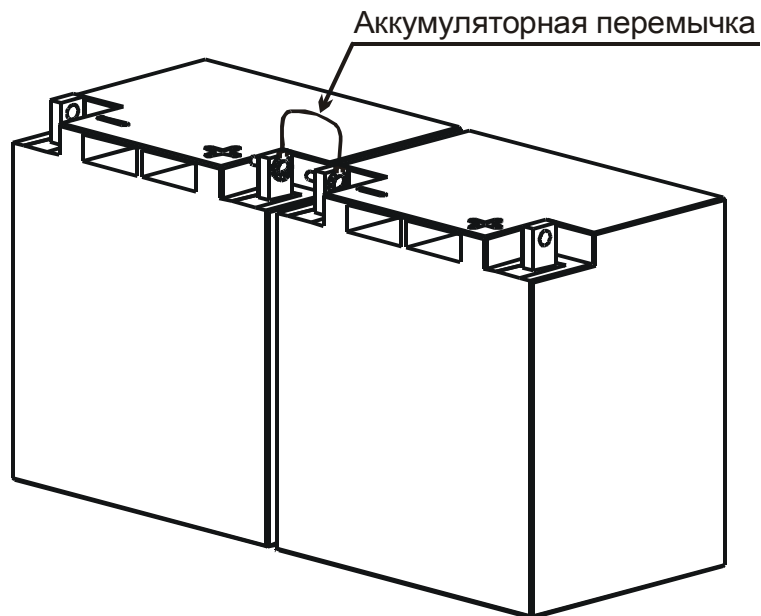

РИС.3
- соединить аккумуляторной переключкой два аккумулятора в батарею как показано на рис.3 Приложения А;